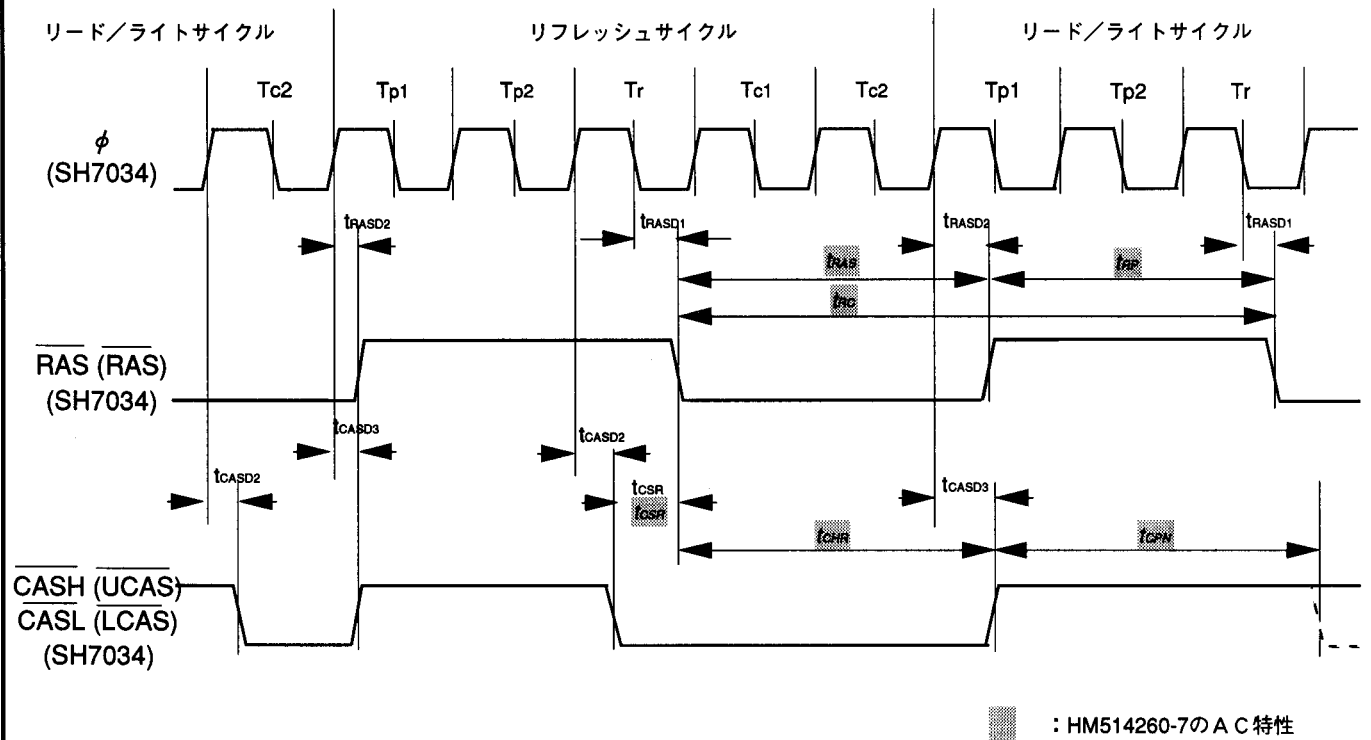

図4 リフレッシュタイミング
<p>(2) リフレッシュ</p> <p>図4にCASビフォRASリフレッシュタイミングチャートを示します。SH7034とHN514260-7を直接接続する場合、HN514260-7の <math>t_{CSR}</math> (CASセットアップ時間)、<math>t_{CHR}</math> (CASホールド時間)、<math>t_{CPN}</math> (CASプリチャージ時間)、<math>t_{RC}</math> (ランダムリード/ライトサイクル時間)、<math>t_{RAS}</math> (RASパルス幅) が満足されていることを確認します。</p> <p>図4から各タイミングは以下のようになります。</p> <p>(a) HM514260-7の <math>t_{CSR}</math>、<math>t_{CHR}</math>、<math>t_{CPN}</math>、<math>t_{RC}</math>および <math>t_{RAS}</math></p> $t_{CSR} = t_{CSR(\min)} = 10\text{ ns} \geq 10\text{ ns (HM514260-7 } t_{CSR})$ $t_{CHR} = t_{CL(\min)} + TC1 + TC2 + t_{CASD3(\min)} - t_{RASD1(\max)} = 20 + 50 + 50 + 0 - 25 = 95\text{ ns} \geq 10\text{ ns (HM514260-7 } t_{CHR})$ $t_{CPN} = TP1 + TP2 + Tr + TC1 + t_{CASD2(\min)} - t_{CASD3(\max)} = 50 + 50 + 50 + 50 + 0 - 20 = 180\text{ ns} \geq 10\text{ ns (HM514260-7 } t_{CPN})$ $t_{RC} = t_{CL(\min)} + TC1 + TC2 + TP1 + TP2 + t_{CH(\min)} + t_{RASD1(\min)} - t_{RASD1(\max)} = 20 + 50 + 50 + 50 + 50 + 20 + 0 - 20 = 220\text{ ns} \geq 130\text{ ns (HM514260-7 } t_{RC})$ $t_{RAS} = t_{CL(\min)} + TC1 + TC2 + t_{RASD2(\min)} - t_{RASD1(\max)} = 20 + 50 + 50 + 0 - 25 = 95\text{ ns} \geq 70\text{ ns (HM514260-7 } t_{RAS})$